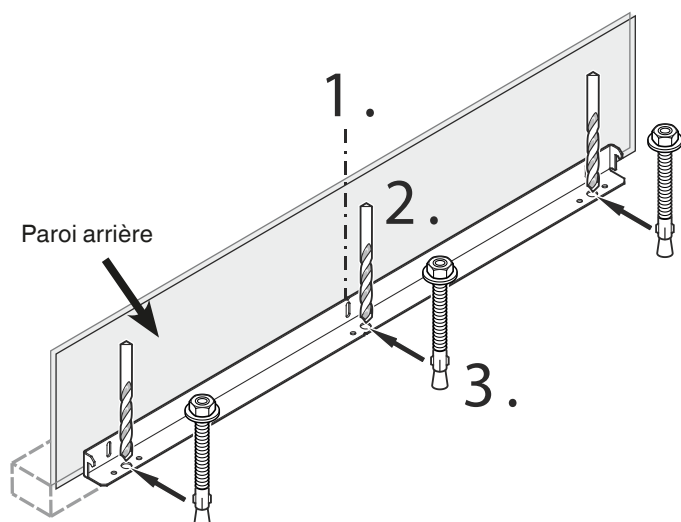

Figure 4
Montage du dispositif anti-bascullement sur un sol en béton - figure 4 - 5
2. Percer des trous de 10 mm de diamètre dans les positions représentées à la **figure 4** en utilisant un foret au carbure. La profondeur des trous doit être supérieure à la longueur totale des tirants. Nettoyer les trous après le perçage.